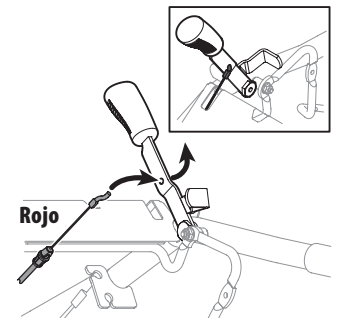

Figura 5
1. Desenrolle con cuidado el cable de control del embrague de marcha atrás (rojo) de su posición durante el envío y páselo por la manija del lado derecho. Coloque el cable de modo que descance sobre la pequeña ranura en el conjunto de la manija frente a la manija de marcha atrás. Consulte la Figura 5.
2. Inserte el conector Z del cable en la ranura del panel de control desde el interior de la manija hacia afuera. Vea el recuadro de la Figura 5.